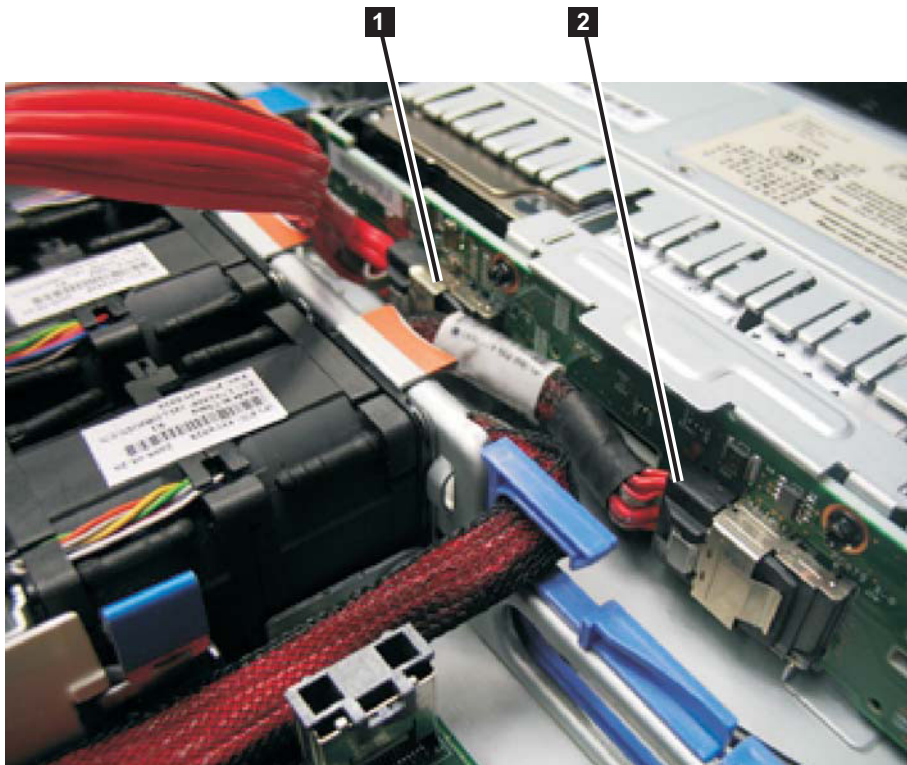

図 200. SAN ボリューム・コントローラー 2145-CG8 または 2145-CF8 のディスク・バックプレーンに接続されたブート・ディスク SAS ケーブルおよび高速 SAS ケーブル
11. 232 ページの図 200 に示すように、ディスク・バックプレーンの後部中央にある SAS コネクターから高速 SAS ケーブルを切り離します。